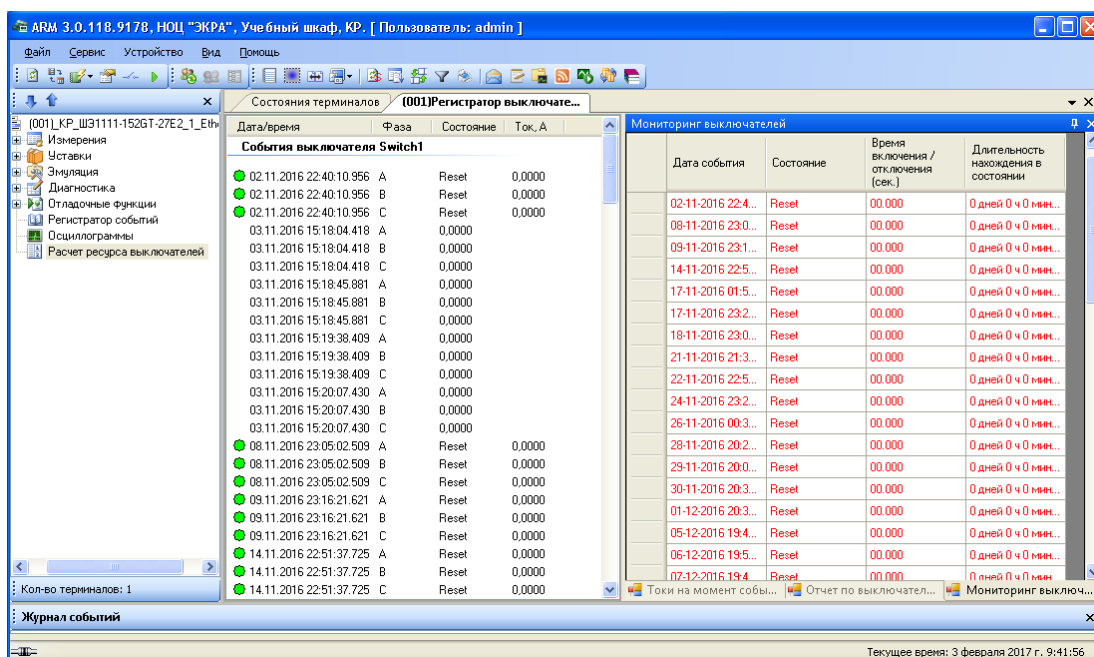

Рисунок 6.138
- Мониторинг выключателей – отображает временные параметры выключателей (см. рисунок 6.138).